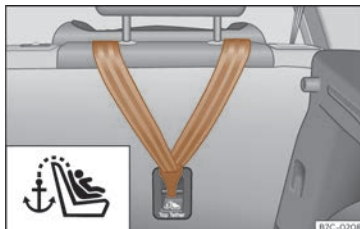

Fig. 28 Part del darrere dels seients posteriors: argolles de subjecció per al cinturó Top Tether.
- Feu lliscar la corretja i fixeu-la correctament amb l'ancoratge de la part posterior del respall»» **fig. 28**.